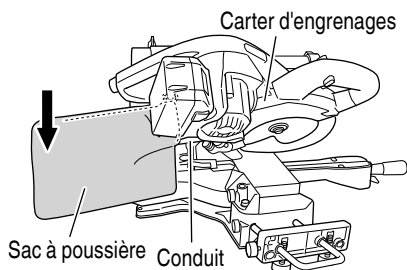

Fig. 51
14. À l'aide du sac de poussière (accessoires standard) (Fig. 51)